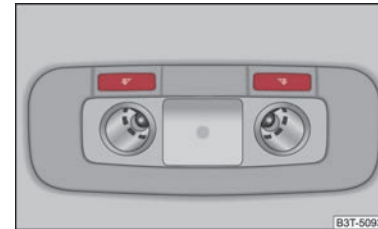

Abb. 56 Innenraumbeleuchtung und Leseleuchten hinten
- Drücken Sie die Schalter  => Abb. 56 um die Leseleuchten ein- bzw. auszuschalten.